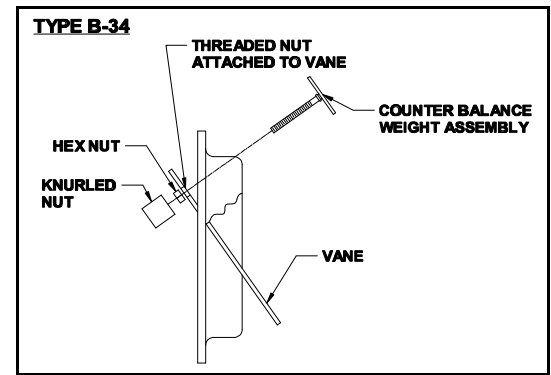

Figure 10
TYPE B-34 (See Figure 10)
1. Assemble the "counter balance weight assembly" to the draft control as shown in Figure 10 Thread "counter balance weight" through "threaded nut" attached to the vane. Assemble "hex nut" and "knurled nut" on front of vane as shown in Figure 10.
TIPO B-34 (Ver Figure 10)
1. Arme la "unidad de contrapeso" en el control de circulación según se ilustra en la Figure 10. Enrosque el "contrapeso" a través de la "tuerca fileteada adosada a la pala". Arme la "tuerca hexagonal" y la "tuerca estriada" en el frente de la pala según se ilustra en la Figure 10.